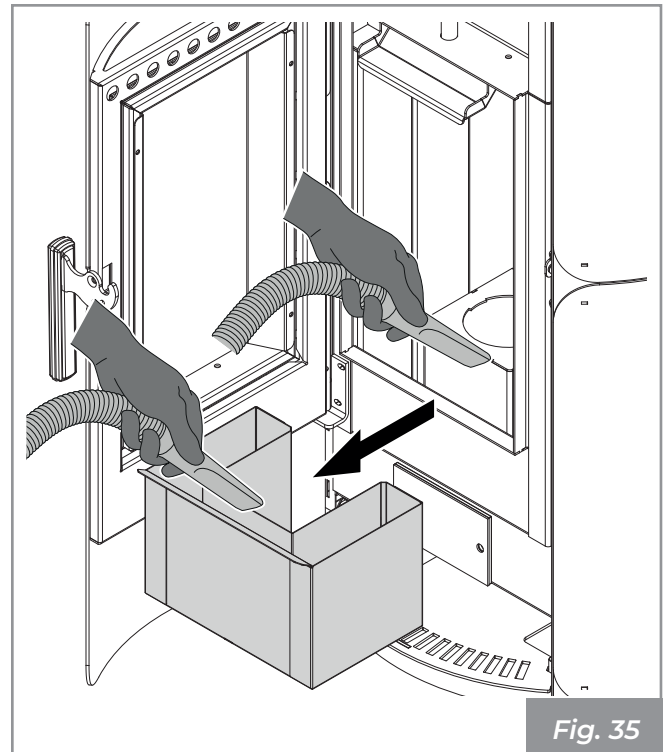

Fig. 35
Se necessario estrarre il cassetto cenere e svuotarlo, avendo cura di ripulire il vano che lo contiene da eventuali residui (**Fig. 35**).
- Rimuovere il cassetto cenere (**Fig. 35**).